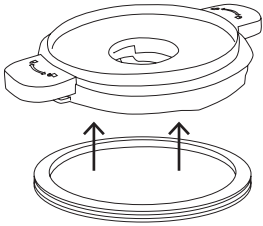

Fig.2
- La junta de sellado (E) sirve para evitar filtrajes de líquido y dañar el aparato. Debe fijarse a la cuchilla antes de montar esta última a la jarra.
- Colocar la junta de sellado por la parte inferior de la cuchilla. Introducir la cuchilla por el orificio situado en la parte inferior de la jarra hasta que esté correctamente colocada. (Fig. 2)